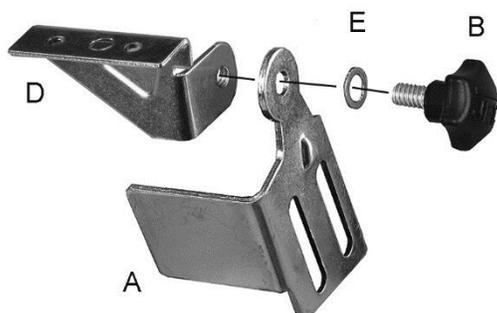

Figure 5-2 : Supports sur pare-étincelles
Voir Figure 5-2.
- Assembler le pare-étincelles et le support de protection oculaire gauches selon la Figure 5-2. Assurez-vous que le pare-étincelles et le support sont tous deux marqués par un **L**.